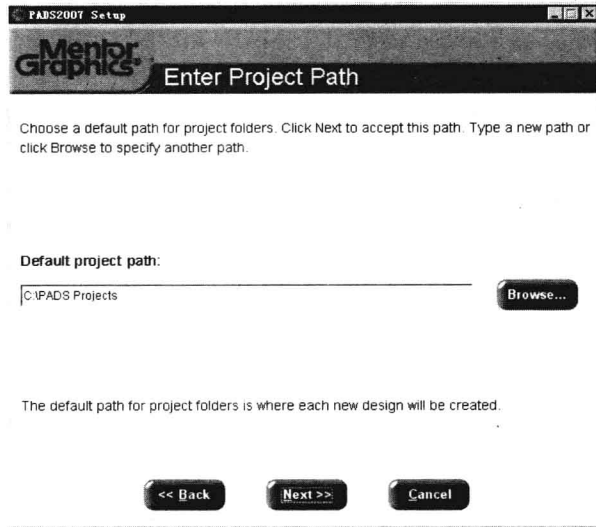

图 1-12 选择安装路径界面
④ 选择“Skip or Postpone License Setup”选项，然后单击 **Next >>** 按钮，进入选择安装路径界面，如图 1-12 所示。